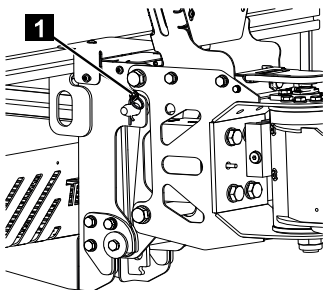

Fig. 153
3. Retirer la goupille (Fig.153/1) de la cheville de la nacelle.